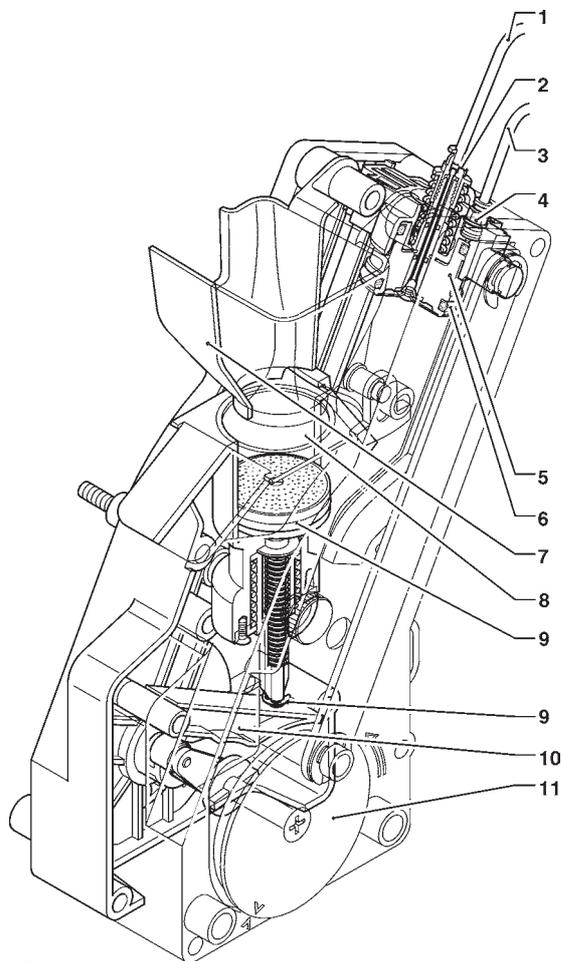

Fig. 15
Lorsqu'on demande une sélection à base de café, le moulin fonctionne le temps nécessaire à remplir la chambre d'infusion avec la dose de café programmée via logiciel. Quand la dose de produit moulu est atteint, le motoréducteur reliant la manivelle (11) du groupe effectue une rotation de 180° en provoquant l'oscillation de la chambre d'infusion (8) (voir fig. 15).